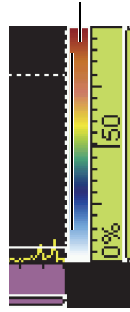

Figura 6-16 Gradazione di colori nella parte destra della vista A-scan
1. Toccare in modo prolungato la gradazione di colori dell'ampiezza (vedere Figura 6-16 a pagina 202) ed in seguito selezionare **Carica**.
È possibile vedere la scala della gradazione di colori nella parte destra della vista A-scan (vedere Figura 6-16 a pagina 202).